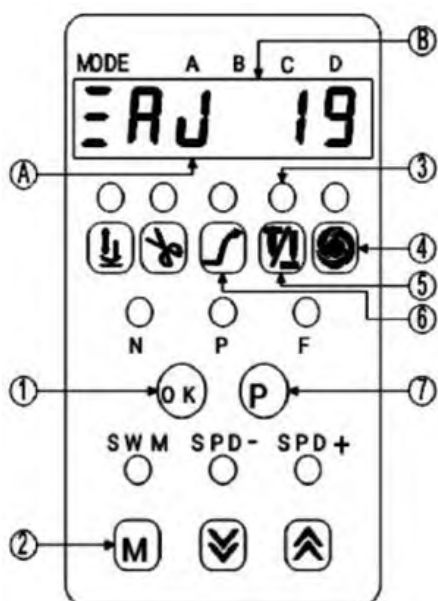

Рис.14 «Отображение угла поворота».
2) Угол поворота, значение которого варьируется от 0 до 359 в соответствии с базовым сигналом на главном валу, будет отображаться сразу после символов «ZAJ» (рис.14).